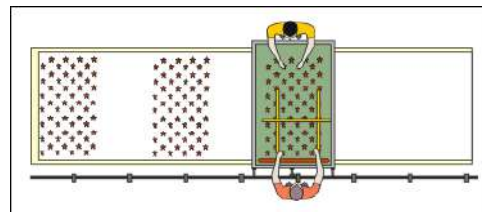

Imagen 500\_04
**C-** Tela en rollo extendida en mesones, que se estampa en tramos intercalados (Imagen 500\_04)